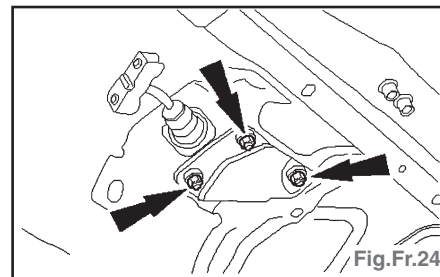

Fig.Fr.24
- Détacher la commande de frein de stationnement de la partie inférieure de la console de plancher (Fig.Fr.24).
stationnement sur la partie inférieure de la console de plancher (Fig.Fr.24).